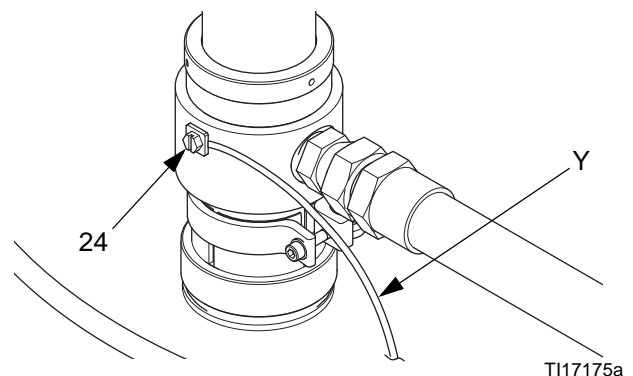

FIG. 9
1. *Pompe* : raccordez le fil de terre (Y) à la vis (24) de mise à la terre et serrez-la fermement. Référez-vous à la FIG. 9. Branchez l'autre extrémité du câble à une véritable prise de terre. Veillez à vous